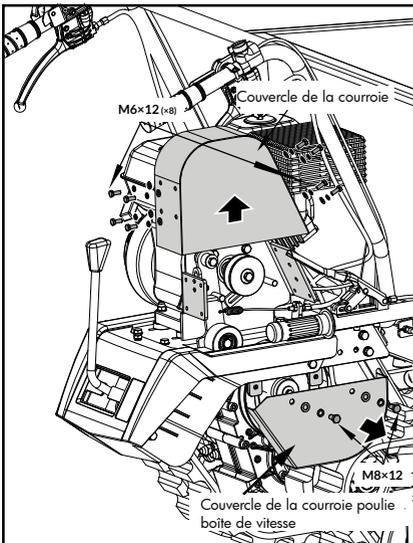

Figure 18
1. Retirez le couvercle de la courroie comme indiqué sur la figure 18.